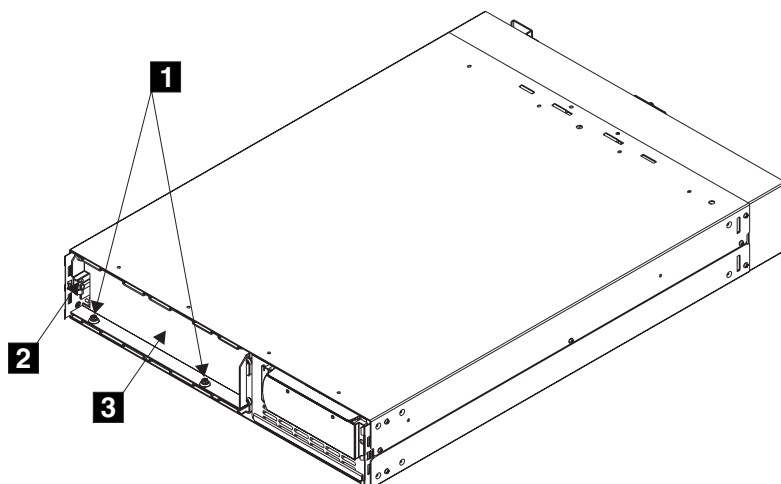

図 68. バッテリーの保持ブラケットの取り外し
3. バッテリー保持ブラケットを取り外します (223 ページの図 68 を参照)。